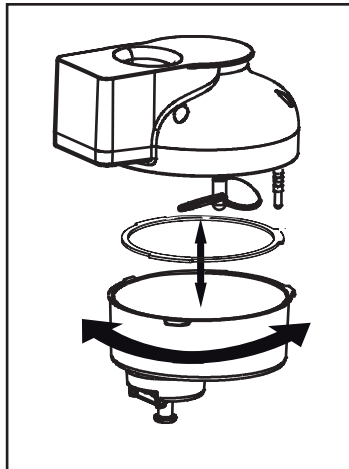

Abb. 5
- Um die Motoreinheit **A** gründlich zu reinigen, nehmen Sie diese auseinander (Abb. 5):